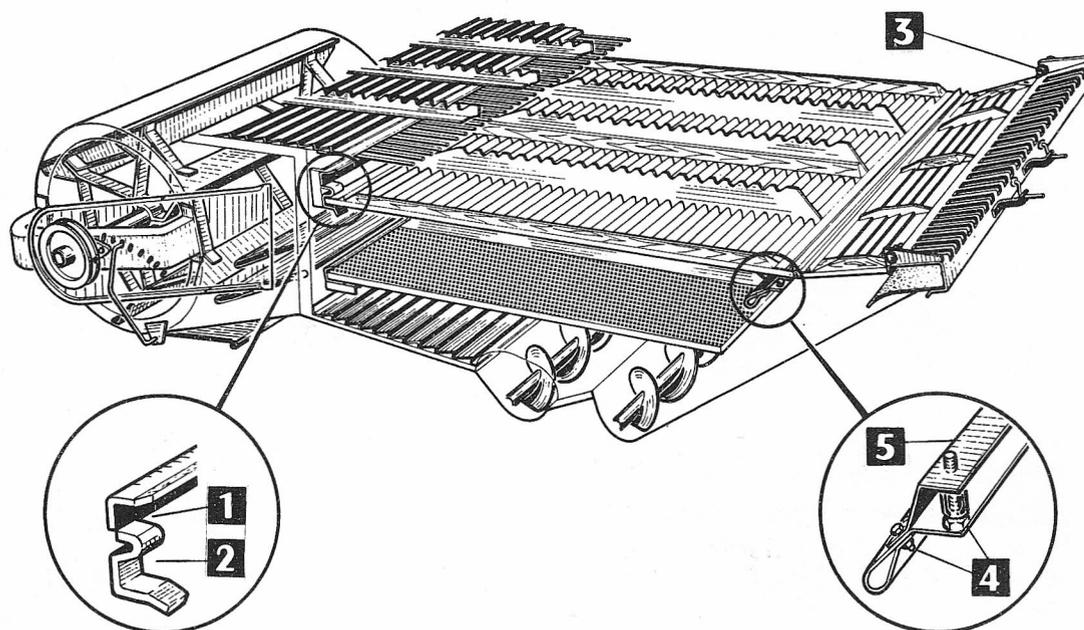

FIG. 85
Può essere montato in due posizioni: con la parte anteriore leggermente bassa (2 - fig. 85), per un lavoro normale su grano, o con la parte anteriore sulla sede più alta (1), e così il vaglio risulta piano, per un lavoro su prodotto poco scorrevole come il riso.